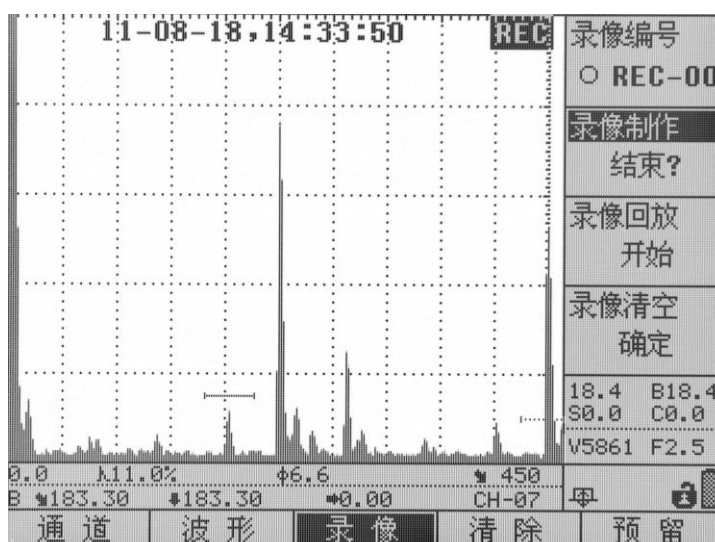

图 5.3
- 录像开始后，屏幕上方显示当前时间日期和“REC”标志，如图 5.3 所示，表示正在录像中。录像过程中，前后移动探头寻找缺陷波，也可以操作菜单、调整参数，仪器会动态记录下寻找缺陷波的过程。